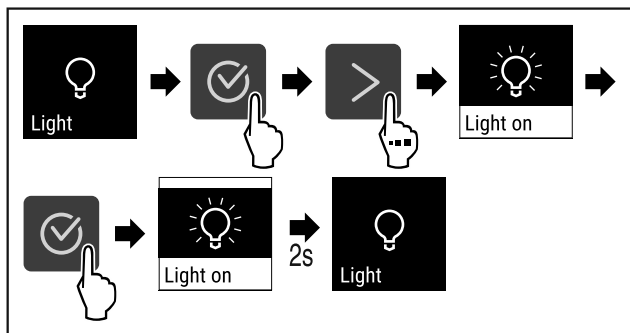

Fig. 86
- ▶ Izvedite zahtevane korake (glejte Fig. 86).